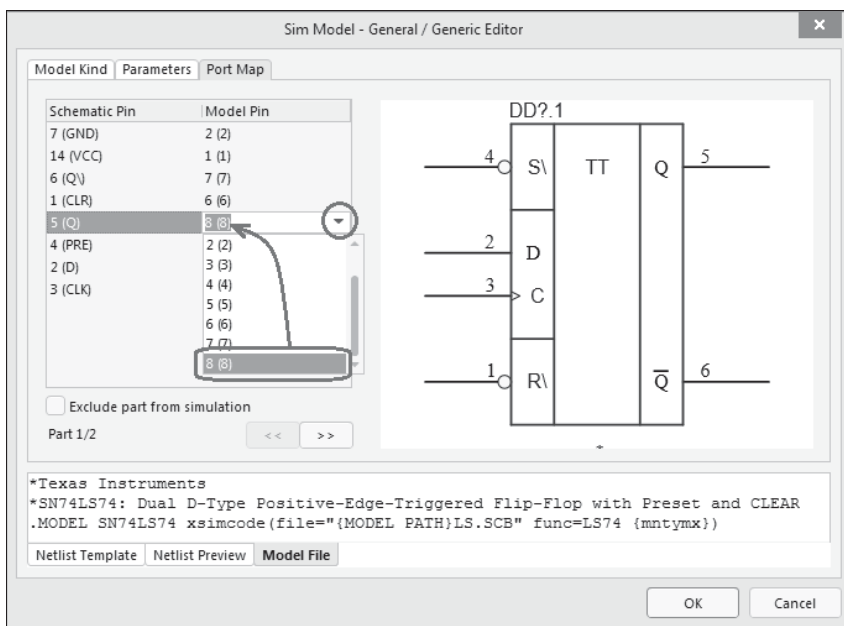

Рис. 8.48. Окно настройки карты выводов
7. Следующий шаг — согласование обозначений выводов схемного символа с обозначениями их в строке-шаблоне **Netlist Template**. Настройка выполняется на вкладке **Port Map** диалогового окна редактирования модели (рис. 8.48):